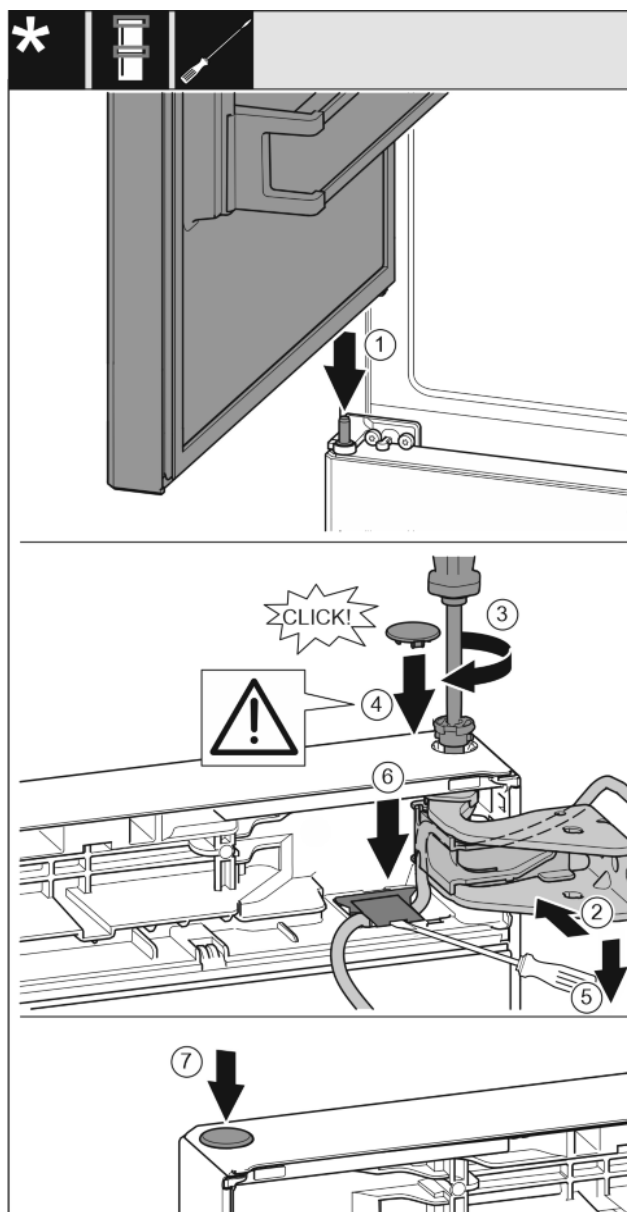

Fig. 33
- Mettre la porte supérieure sur l'axe de palier du milieu Fig. 33 (1)
- Orienter la porte en haut pour l'ouverture dans le support de palier. Fig. 33 (2)
- Poser le boulon et le visser avec un tournevis T15. Fig. 33 (3)
- Monter le cache de sécurité pour sécuriser la porte : Mettre en place le cache de sécurité et vérifier qu'il repose sur la porte. Sinon, enfoncer à fond le boulon. Fig. 33 (4)
- Soulever et retirer le cache à l'aide du tournevis plat. Puis insérer le câble en-dessous. Fig. 33 (5)
- Remettre le cache et appuyer vers le bas jusqu'à ce qu'il s'enclenche. Fig. 33 (6)
- Mettre le bouchon en place. Fig. 33 (7)